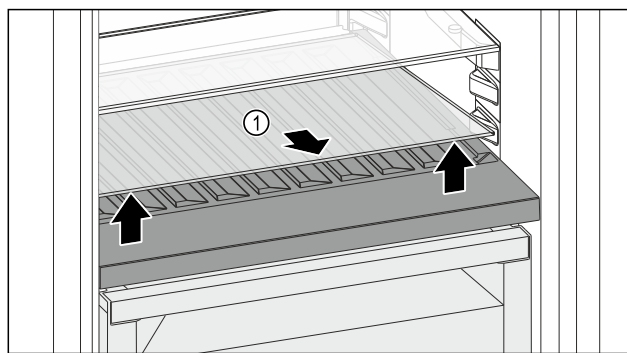

Fig. 96
- Glasplaat Fig. 96 (1) bij de uitsparing aan de voorzijde optillen en verwijderen.
- Glasplaat Fig. 96 (1) goed bewaren buiten het apparaat.